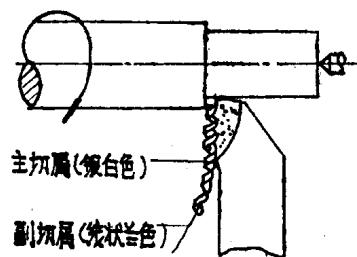

图 2
- (1) 选用90度主偏角，径向抗力小。
- (2) 前面磨有4~6毫米卷屑槽，切削抗力及摩擦阻力小，因而切屑排出轻快。散热性能好，切削过程中形成银白色主切屑。卷屑槽和主刀刃共同构成λ=-3度的刃倾角，不但排屑方向性好，切屑不会擦伤已加工表面，而且保证了切削过程的安全。
- (3) 主切削刃上磨有0.15~0.20毫米-20度的倒棱，刀尖处磨有R=0.15~0.20毫米的圆弧，主切削刃及刀尖强度较高。倒棱在加工过程中产生线状兰色副切屑串在主切屑中间随主切削同时排出（如图2所示），从而消除了刀瘤停留在已加工过的工件表面，提高了光洁度。
- (4) 刀具结构比较简单，手工刃磨掌握容易，适应于粗车、半精车、精车工序。一把刀可完成整个外圆加工过程，减少换刀时间。
- (5) 刀具几何参数选择得比较合理，刀具的耐用度高（约为一般车刀的三倍）。